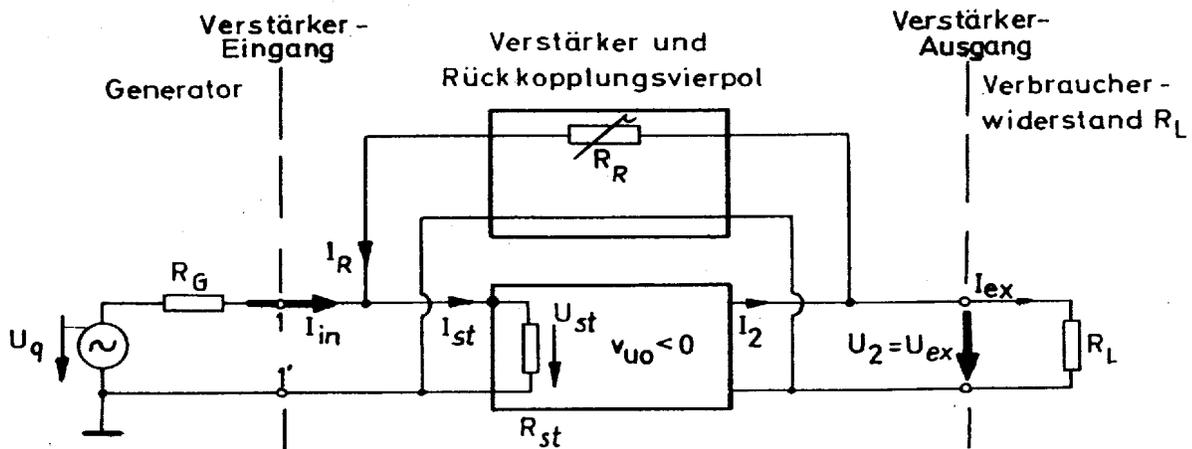
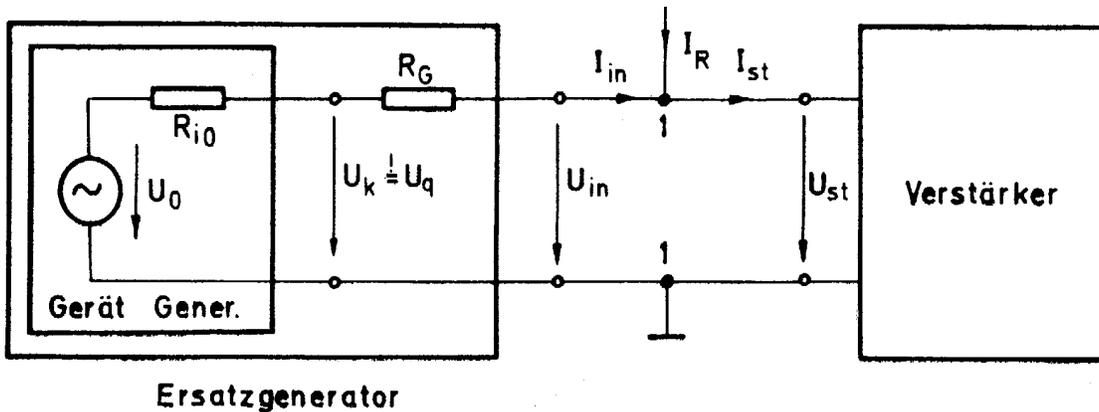

Abb. 4a: Parallel - Parallel - Rückkopplung
Bild 5: Ersatz-Stromgenerator und Stromkompensation am Eingang
Schaltungstechnisch kann die rückgeführte Größe vom Ausgangsstrom I_{ex} oder der Ausgangsspannung U_{ex} abhängen und kann dem Eingangsstrom I_{in} oder der Eingangsspannung U_{in} des Verstärkers entgegenwirken. Siehe Bild 4a bis 4d.
1.4.2 Erklärung der Schaltungen nach Bild 4a bis 4d
1.4.2.1 Stromkompensation am Verstärkereingang nach Bild 4a und 4b
Am Knoten 1 (siehe Bild 5 und Bild 4a bzw. 4b) gilt für die rückgeführten Ströme: $I_{in} + I_R = I_{st}$. Bei Stromkompensation muß I_{st} gegenüber I_R vernachlässigbar klein sein. Das ist durch starke Gegenkopplung erreichbar. Denn v_{uo} hat Werte von z.B. 10^3 10^5 . U_{ex} aber liegt der Größenordnung nach oft bei $10V$. Dann hat die Steuerspannung allenfalls Werte $U_{st} = U_{ex}/v_{uo} \approx 0,1$ $10mV$ und mit den üblichen Werten des Steuerwiderstandes von $1k\Omega \leq R_{st} \leq 1M\Omega$ wird $I_{st} \approx 10^{-5}$ $10^{-10}A$.
Beispiel: $R_G = 1k\Omega$, $U_q \approx 1V$, damit wird $I_{in} \approx U_q/R_G = 10^{-3}A$. I_{in} ist also groß gegenüber dem gerade abgeschätzten Steuerstrom I_{st} , so daß letzterer tatsächlich vernachlässigt werden darf. Dies aber war die Forderung bei Stromsteuerung und Stromkompensation am Verstärkereingang nach Bild 4a.
Damit ist nach Bild 4a und 4b I_{in} die eigentlich steuernde Eingangsgröße, die durch den fast gleichgroßen Rückkopplungsstrom I_R aufgenommen oder kompensiert wird.
Da in der Praxis kein idealer Stromgenerator mit Innenwiderstand $R_i \rightarrow \infty$ zur Erzeugung von I_{in} zur Verfügung steht, wird I_{in} von einem Ersatzgenerator geliefert, siehe Bild 5.